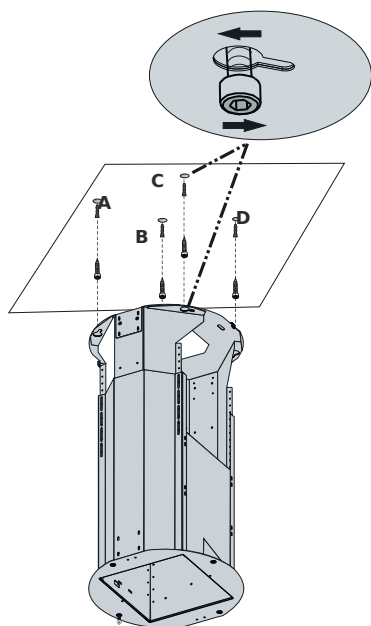

Fig. 14
- Banksæt Ø10 mm plast dowels i hullerne, du borede til produktets montering (Fig. 14).
- Skru 5,5 x 60 ysb skruer i plastdowelene, som du har hamret i tidligere, så der er en afstand på 5 mm mellem skruens hoved og væggen (Fig. 14).
- Skub hullerne på motorblokken, som ligner nøglehuller, på de 5,5x60 ysb skruer, som du har skruet i væggen, og drej motorblokken med uret (Fig. 14).
- Efter montering af skruetrækkkanalerne på motorblokken på installationsskruerne, spænd skruerne og fastgør motorblokken (Fig. 14).